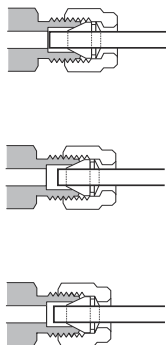

图 12 完成的接头
- 10 图 12 中显示了正确套接的连接和不正确套接的连接。请注意，正确套接的接头中的管线的一端没有破碎，且不会与密封垫圈的操作发生干扰。